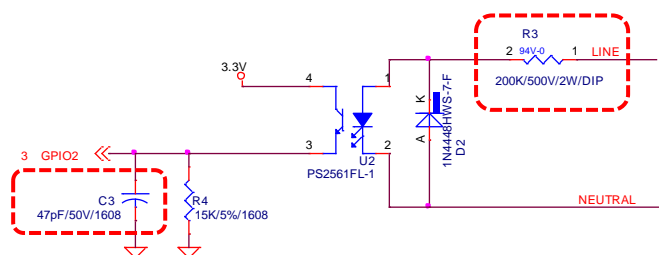

Figure 3-6 ゼロクロス検出回路の例
- ・ PLC ボードに搭載されるゼロクロス回路の例を Figure 3-6 に示します。